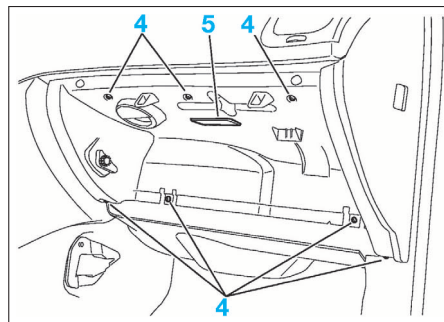

FIG. 10
- les vis de fixation (4) (Fig.10).
- l'éclaireur (5).